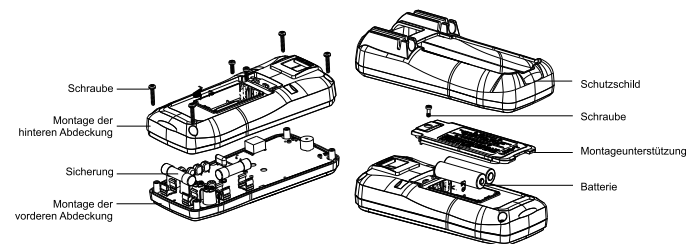

Abbildung 10
2. Batterie oder Sicherung austauschen (Abbildung 10)